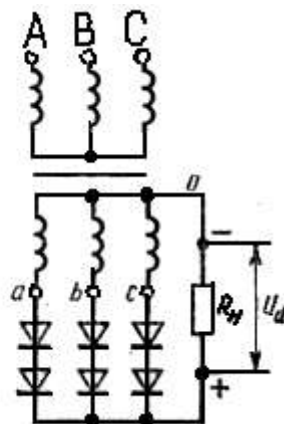

Рис. 106
4. Составляем схему выпрямителя. Проверяем диод по условию $U_{\text{обр}} > U_h.$ В данном случае это условие не выполняется, так как $200 < 315 \text{ В}.$ Чтобы условие выполнялось, необходимо в каждом плече два диода соединить последовательно, тогда $U_{\text{обр}} = 200 \cdot 2 = 400 \text{ В}; 400 > 315 \text{ В}.$ Полная схема выпрямителя приведена на рис. 106.